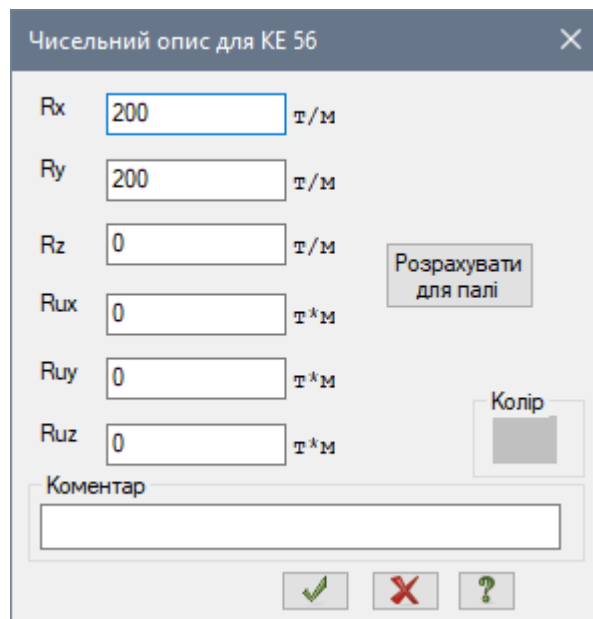

Рис. 9.14. Діалогове вікно Чисельний опис для KE 56
- В діалоговому вікні **Чисельний опис для КЕ 56** (рис. 9.14) задайте наступні параметри: